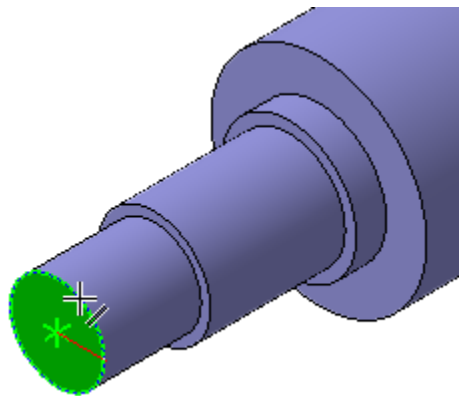

Рисунок 13.
- В окне модели укажите ребро (рис. 13).